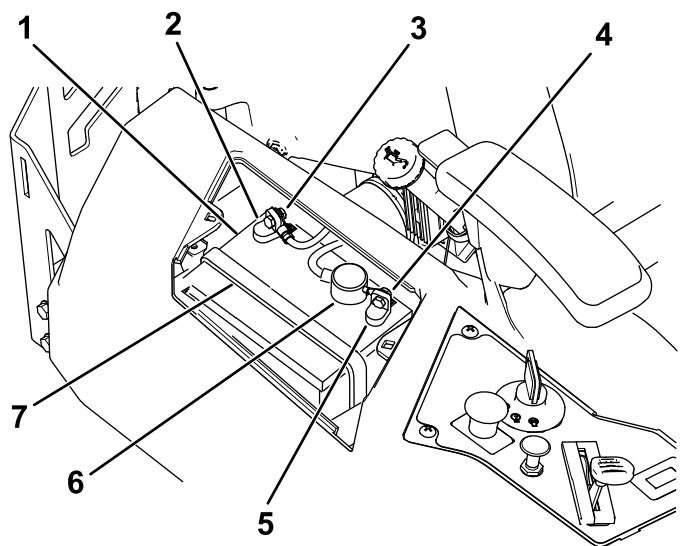

Figura 55
4. Desconecte el cable negativo de tierra (negro) del borne de la batería (Figura 55).
6. Desconecte el cable positivo (rojo) del borne de la batería (Figura 55).
7. Retire la correa de sujeción de la batería (Figura 55) y levante la batería para retirarla de su bandeja.
1. Coloque la batería en la bandeja (Figura 55).
5. Fije la batería con la correa de sujeción (Figura 55).